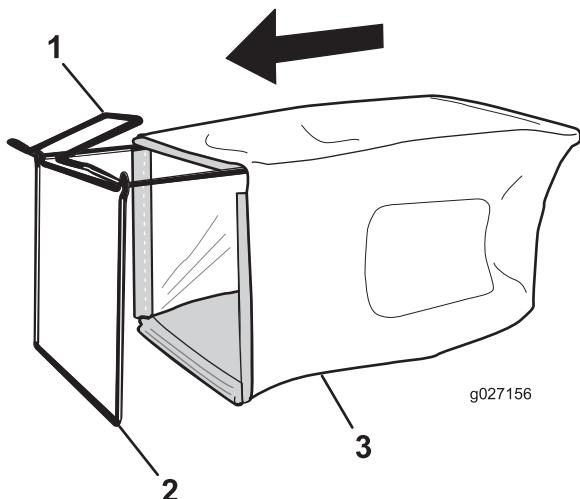

Figure 6
- Glissez le bac sur l'armature, comme montré à la Figure 6.
- Remarque:** Ne faites pas passer le bac sur le guidon (Figure 6).